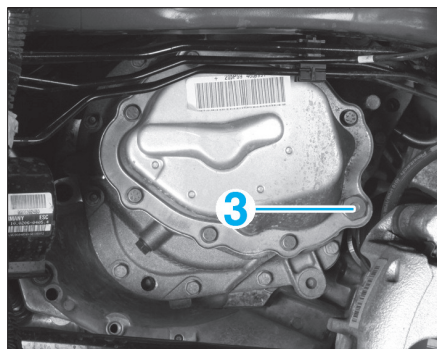

FIG. 2
Certaines boîtes de vitesses sont équipées d'un bouchon de contrôle de niveau (3). Il est également possible d'effectuer le remplissage par ce bouchon à l'aide d'une seringue à huile (Fig.2)